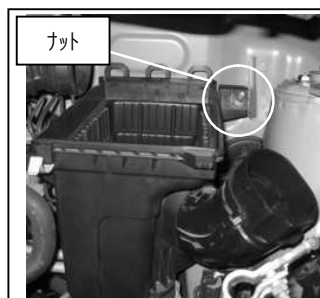

図 3
- ④ナット 1 ヶ所を外し、クリーナーBOX 下側を取り外します。図3 参照